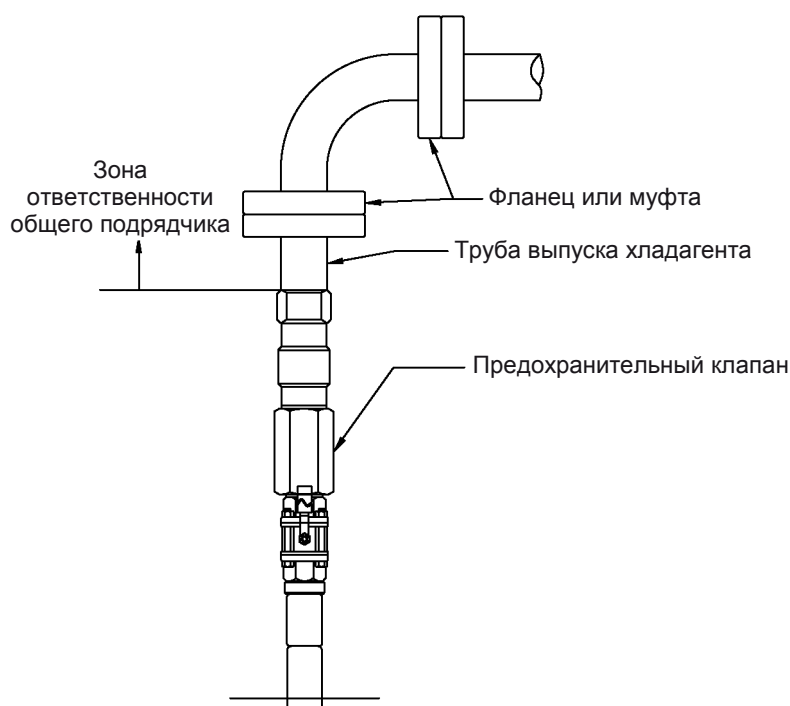

Рис. 13. Порядок монтажа линии выпуска газообразного хладагента к предохранительному клапану
- 1) При установке холодильной машины линия выпуска газообразного хладагента выводится от предохранительного клапана наружу за пределы помещения в соответствии с “Техническим стандартом и стандартом производителей холодильных машин” и нормами на оборудование, использующее газ под высоким давлением в параграфе 8, см. рисунок 13.